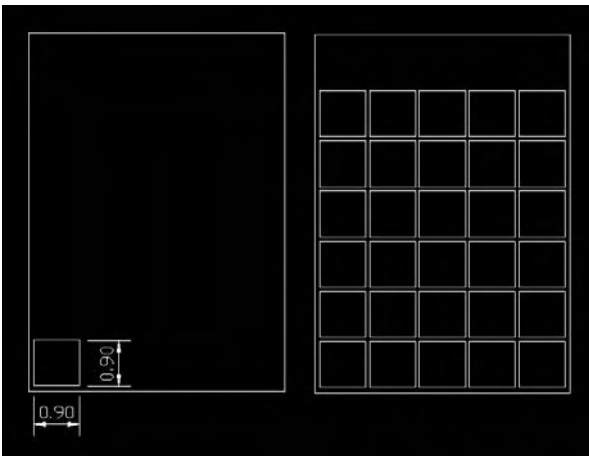

Fig.20.13
- 3 Pour le mur rideau, tracez un rectangle de  $5 \times 7$  m pour le contour extérieur et un carré de  $90 \times 90$  cm pour les carreaux du grillage (fig.20.13).